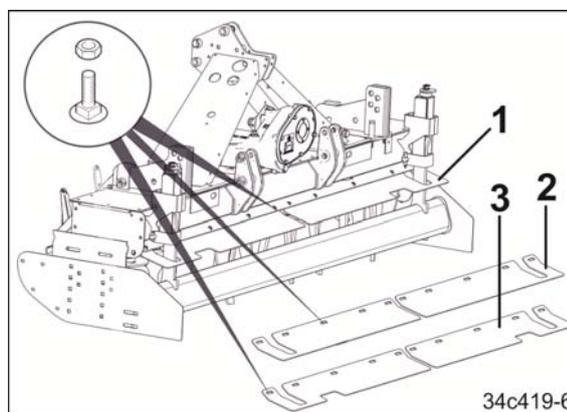

Fig. 79
Les tôles de protection (Fig. 79/1) de la machine de traitement de sol sont fournies en deux variantes.
- Tôle de protection (Fig. 79/2) pour tous les rouleaux AMAZONE, à l'exception du rouleau Cracker Disc (CDW)
- Tôle de protection (Fig. 79/3) pour rouleau Cracker Disc (CDW).